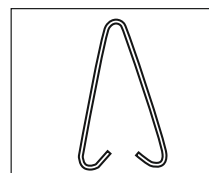
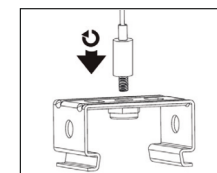

Рис. 5
Рис. 6
- Для установки осветительного прибора на подвесы используйте скобы (2 шт. – рис. 5) для подвешенного монтажа (входят в комплект поставки) или тросовую систему подвеса (рис. 6) (в комплект поставки не входит и приобретается отдельно).